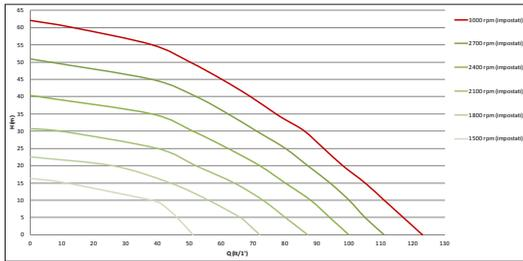
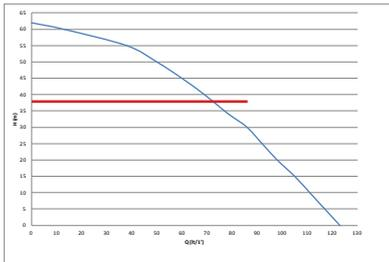

Abbildung 6
Abbildung 7
Das Gerät verfügt über eine Zentrifugal-Elektropumpe mit Mehrfachrädern, bestehend aus einem Hydraulikblock mit 5 Rädern, die über einen wassergekühlten Dreiphasenmotor angetrieben werden. Die Kühlung des Motors mit Wasser anstatt mit Luft gewährleistet eine geringere Geräuscentwicklung in der Anlage und die Möglichkeit, diesen auch in nicht belüfteten Standorten aufzustellen. Das in Abbildung 6 gezeigte Diagramm zeigt in Rot die charakteristische Kurve der hydraulischen Leistungen der Elektropumpe bei höchster Rotationsgeschwindigkeit
Im gleichen Diagramm von Abb.6. sind in Grün andere charakteristische Kurven der verringerten Rotationsgeschwindigkeit der gleichen Elektropumpe dargestellt. Durch die automatische Veränderung der Rotationsgeschwindigkeit der Elektropumpe ermöglicht der Inverter bei Aufrechterhaltung des eingestellten Konstantdruckwertes (SP) die Verschiebung der Funktionsweise von einer der charakteristischen Kurven auf die andere. Praktisch gesehen wird die Kurve, die aus dem vom Inverter gesteuerten Gerät resultiert, die in Abb. 7 aufgeführte Kurve (unter Berücksichtigung des Default-SP-Wertes = 3.0 bar).